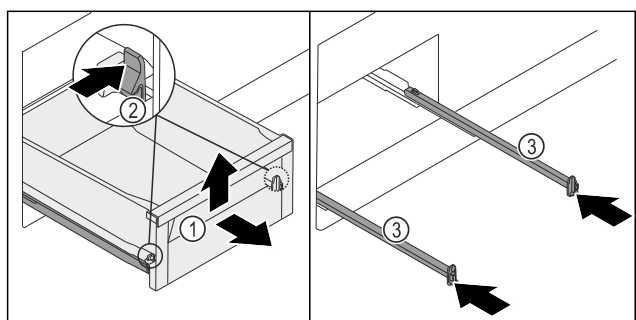

Fig. 258
- Изтеглете чекмеджето Fig. 258 (1) докрай.
- Натиснете скобата Fig. 258 (2) отляво и отдясно едновременно навътре.
- Чекмеджето Fig. 258 (1) се освобождава от релсите.
- Повдигнете нагоре чекмеджето Fig. 258 (1) отпред.
- Извадете чекмеджето Fig. 258 (1) напред.
- Вкарайте релсите Fig. 258 (3).